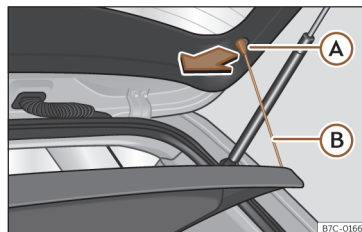

Fig. 152 Na bagageira: desmontar e montar a chapeleira.
- Desengate os tirantes de fixação >>> **Fig. 152** (B) dos alojamentos (A).
- Engate os tirantes de fixação >>> **Fig. 152** (B) na porta da bagageira.